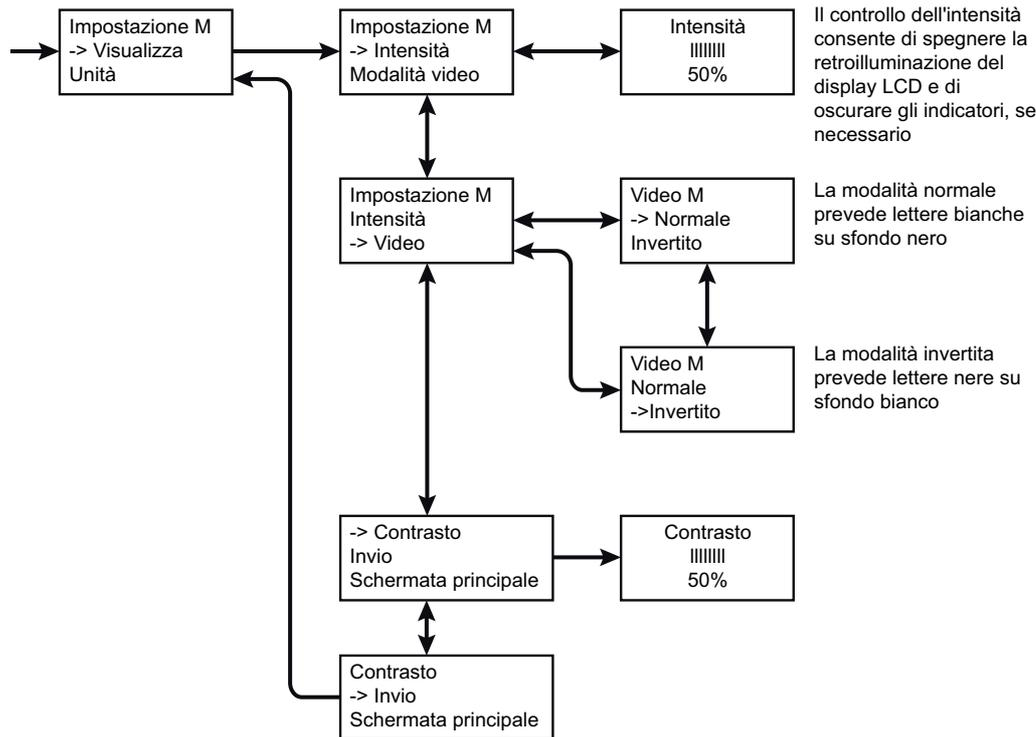

Figura 7
4. Utilizzare il tasto SU o GIÙ per evidenziare l'impostazione di visualizzazione desiderata e premere il tasto INVIO selezionarla. **Vedere Figura 7.**